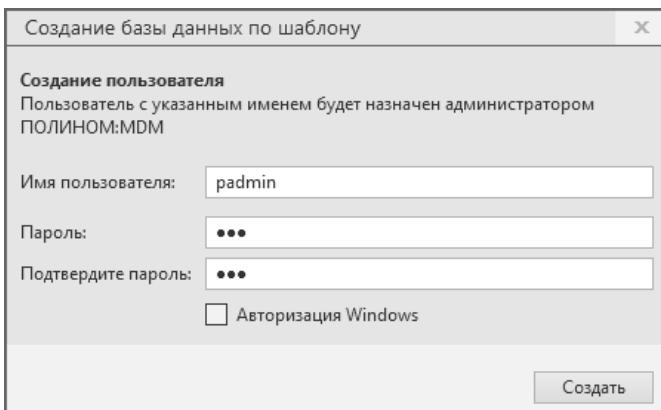

Рис. 3.22
7. Нажмите кнопку **Создать**. После создания базы данных откроется окно для регистрации пользователя и назначения ему прав администратора ПОЛИНОМ:MDM (рис. 3.22).